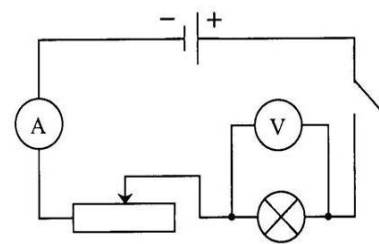

Рис. 1. Схема
1. Собрать электрическую цепь по схеме рис. 1.